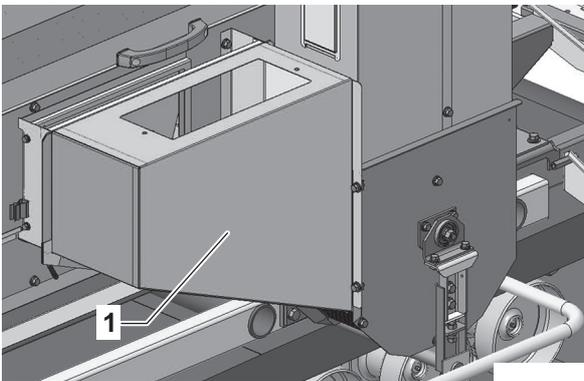

図 2-26
18. ケース (入口A仕組 (1) は図 2-26のように組み付けられます。